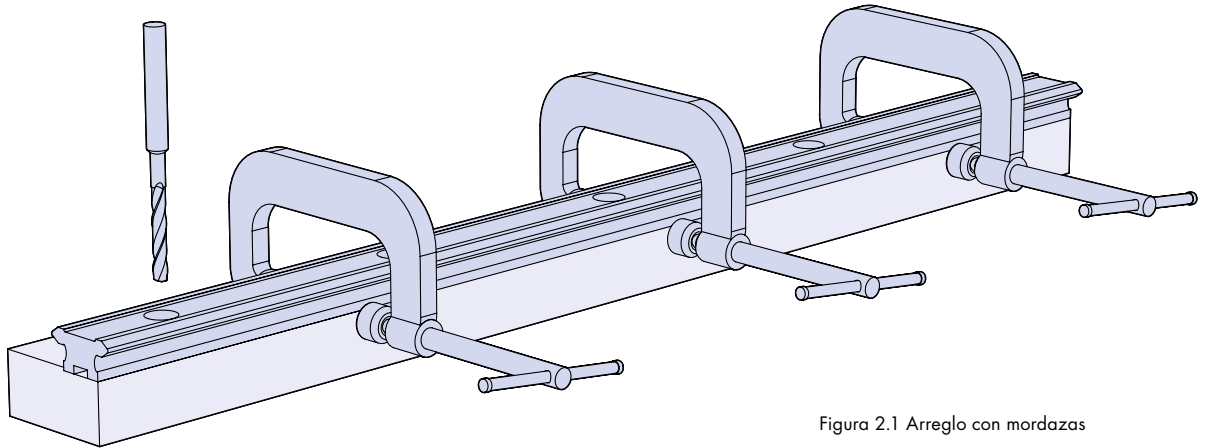

Figura 2.1 Arreglo con mordazas
2.1 Para asegurar que las guías están correctamente fijadas, manténgala fija contra el registro o con las espigas y asegúrela mediante mordazas, tal y como se muestra en la figura 2.1. La guía puede ser ahora utilizada como plantilla para marcar los agujeros en la base. Se quita la guía y se taladran los agujeros, evitando un posible desalineamiento del efecto acumulativo de las tolerancias de la posición de los agujeros y asegurando que la guía esté en paralelo.